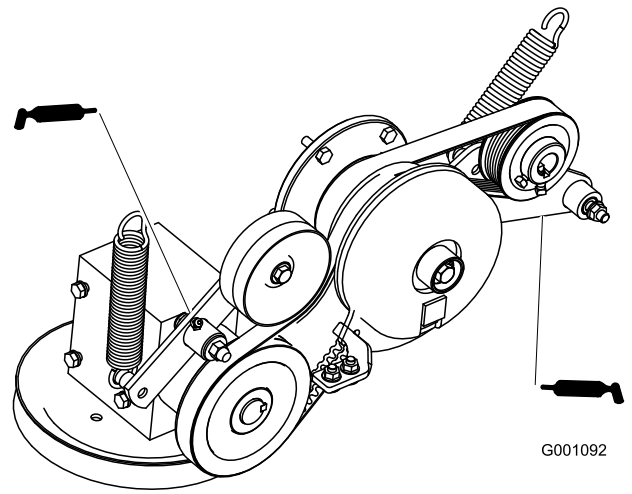

Figura 26
6. Engrase el brazo tensor de la correa de transmisión de la PTO (Figura 26).
7. Engrase el brazo tensor de la correa de la bomba (Figura 26).